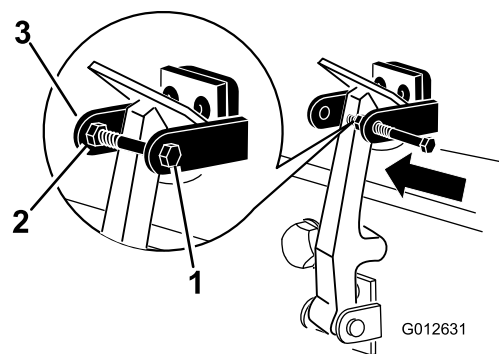

Figura 7
8. Namontujte šroub do druhého ramena držáku západky kapoty a zajistěte západku na místě (Figura 7). Šroub utáhněte, avšak matici neutahujte.